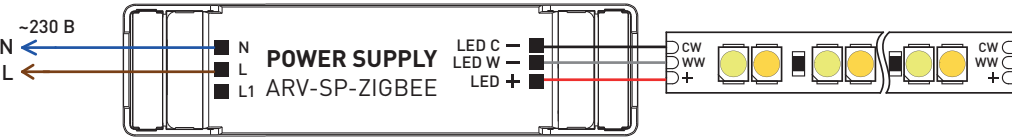

Рис. 2. Схема подключения двухканального источника питания
- Подключите светодиодную нагрузку согласно схеме, поставяемой с этой нагрузкой, к выходным клеммам источника питания со стороны **OUTPUT**, строго соблюдая полярность: «общий +» на нагрузке — к «плюсовому» выходу источника (LED+), «холодный белый -» на нагрузке — к «минусовому холодному белому» выходу источника (CW-), «теплый белый -» на нагрузке — к «минусовому теплому белому» выходу источника (WW-) (пример подключения на рис. 2).